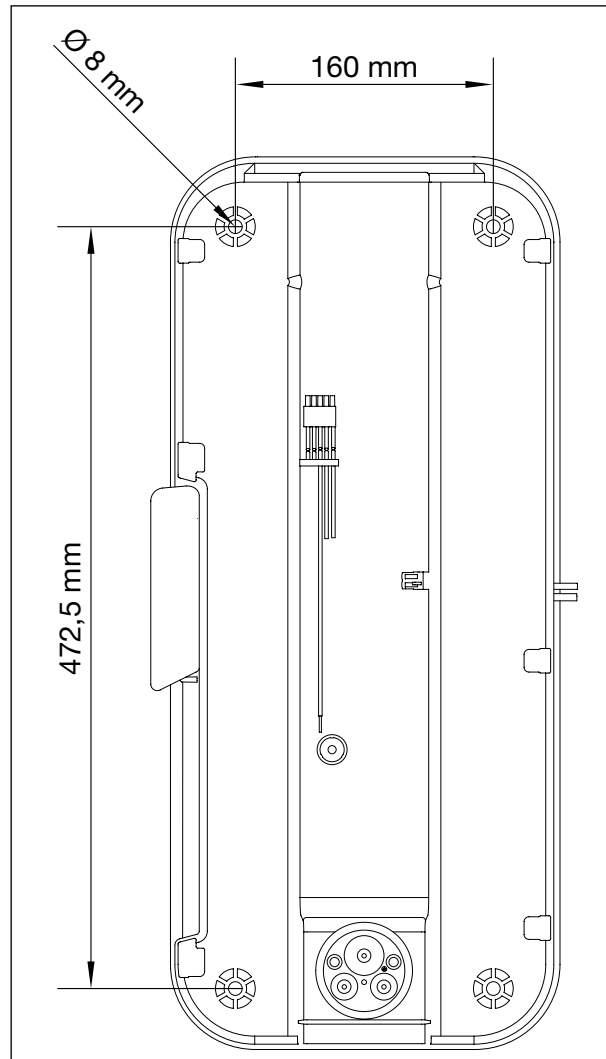

Fig. 8: Parte trasera de la estación de carga con distancias entre los taladros
- 1 Marque los orificios horizontal y verticalmente en la pared de montaje como se muestra en la fig. 8. Altura de los orificios superiores sobre el suelo: máx. 1,30 m